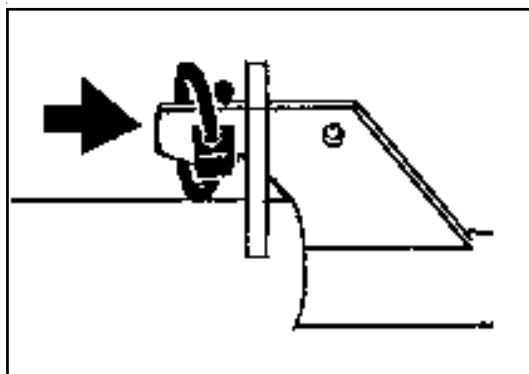

Fig. 3-7
- Monter les bras de dents et les fixer (fig. 3-7).